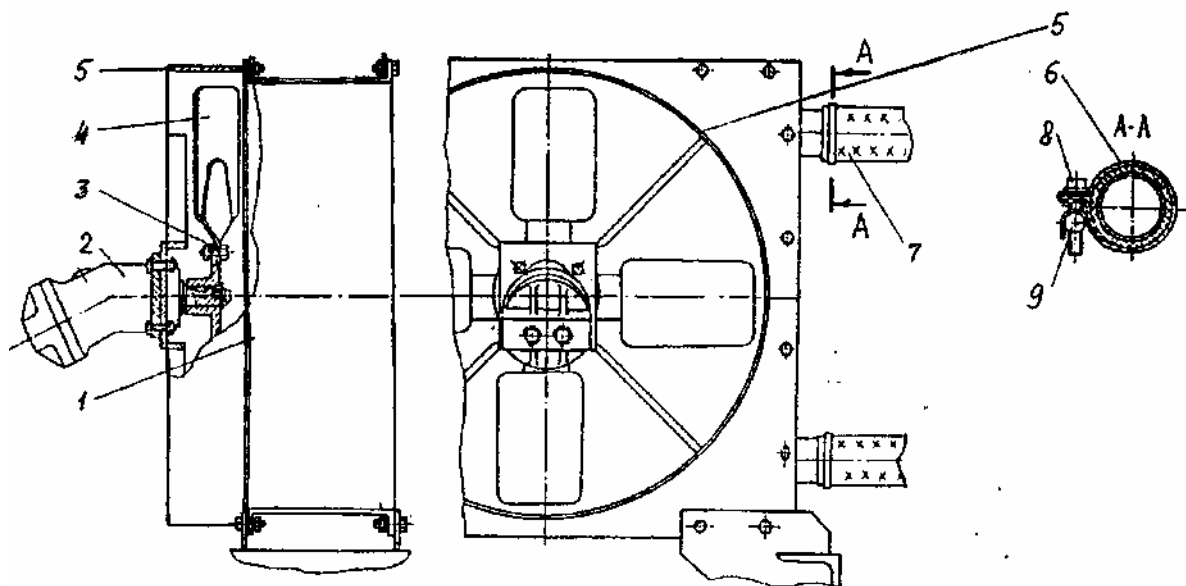

Рис. 42 Охлаждающий блок
12. ОХЛАДИТЕЛЬНЫЙ БЛОК (рис. 42)